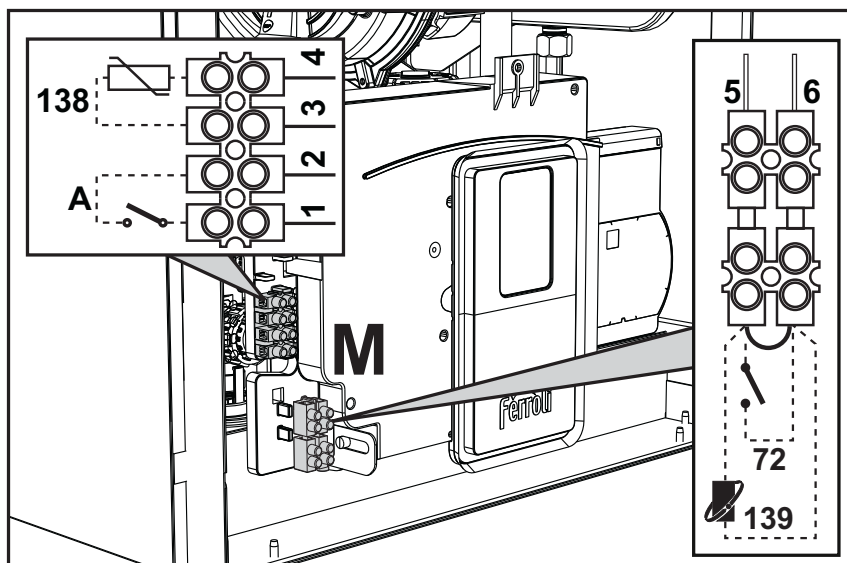

fig. 29
Dopo aver tolto il pannello frontale ("Apertura del pannello frontale" a pag. 41) è possibile accedere alle morsettiere (M) e al fusibile (F) seguendo le indicazioni descritte di seguito. **I morsetti indicati nella fig. 29 devono essere a contatti puliti (non 230V).** La disposizione dei morsetti per i diversi allacciamenti è riportata anche nello schema elettrico alla fig. 67.
Configurazione Interruttore ON/OFF (A fig. 29)